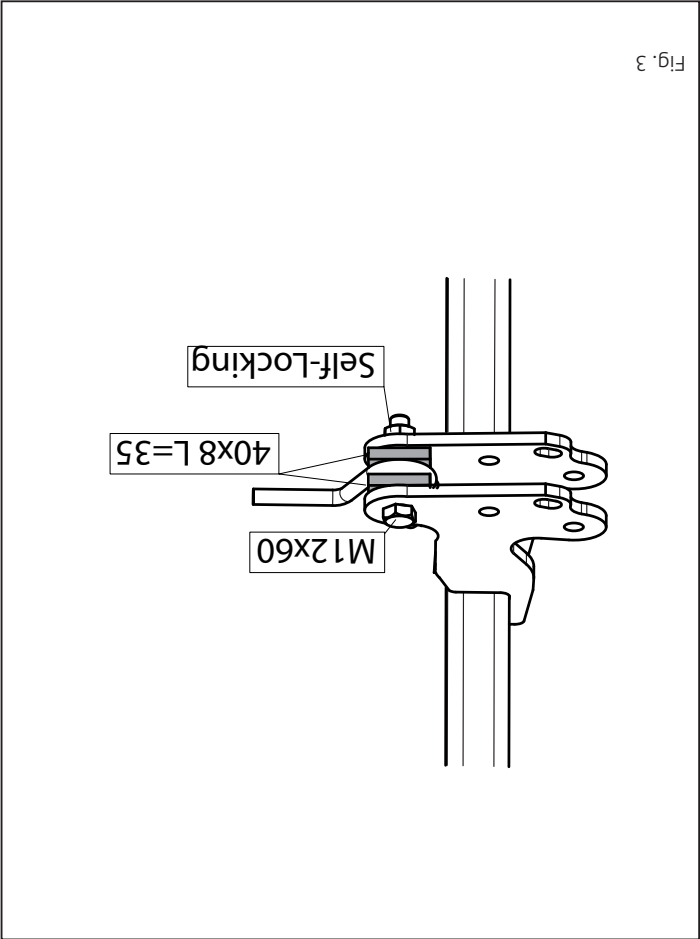

Fig. 3
(fig. 3)
10. Fit the cross beam E centrally at points M onto the towing eye (fig.3).
10. Den Querbalken E in der Mitte bei das Punkt M an der Schleppöse befestigen (Abb. 3).
10. Placer la traverse E au centre à l'emplacement des points M de l'anneau de remorquage (fig. 3).
10. Montera bärbalken E centralt vid punkt M på dragöglan (fig. 3).